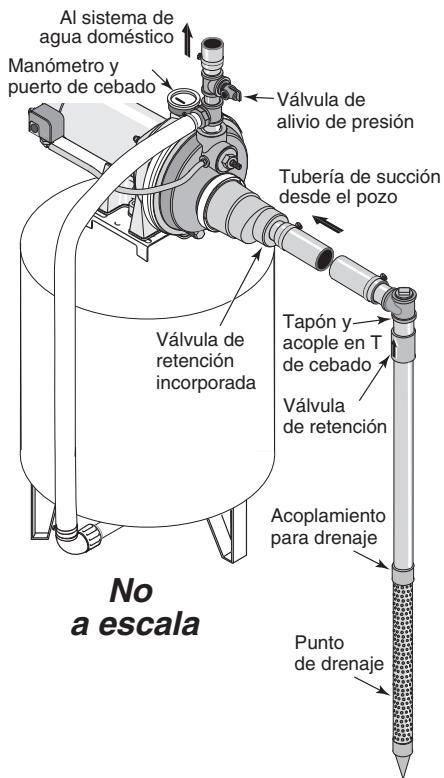

Figura 5 - Instalación de punto de drenaje
- Use la menor cantidad posible de conexiones, especialmente codos, cuando conecte la tubería desde el punto del pozo al puerto de succión de la bomba. La tubería de succión debe ser al menos tan grande como el puerto de succión de la bomba (incluida la válvula de retención - ver Figura 5). Sujete la tubería para que no haya hundimientos o combaduras en la tubería, para que no fuerce el cuerpo de la bomba y para que ascienda levemente desde el pozo hacia la bomba (los lugares altos pueden generar bolsas de aire que pueden bloquear la bomba). Selle las juntas de la tubería de succión con la cinta de PTFE para sellar roscas de tuberías o un compuesto para juntas de tuberías con PTFE aprobado para usar en PVC. Las juntas deben ser herméticas y no deben permitir el paso del agua ni de aire. Si la tubería de succión puede succionar aire, la bomba no podrá extraer agua del pozo. Si el punto del pozo no suministra suficiente agua, conecte dos o tres el punto del pozo a una tubería de succión.